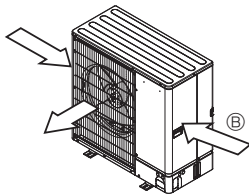

Fig. 2-6
- ③ Sijoita yksikkö siten, että ulos tuleva ilma virtaa kohtisuoraan vuodenaikalle tyypillisen tuulensuunnan suhteen, mikäli vain mahdollista. (Fig. 2-6)
- ④ Ilmanohjain ulostulossa
- ⑤ Tuulen suunta